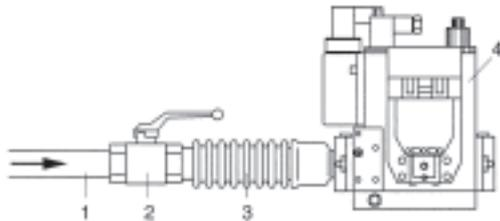

Abb. 3
Der Anschluss an die Gasleitung soll angemessen dimensioniert sein und dem vorgesehenen Anlagentyp entsprechen. Die „Gasrampe“ soll gemäß Abb. 3 ausgeführt sein: Die Gasleitung (1), der Absperrhahn (2) und die schwingungsdämpfende Kupplung (3) sind nicht im Lieferumfang des Warmluftgeräts enthalten. Sie sind vom Installateur an die Gasventileinheit (4) anzuschließen, die mit dem Warmluftgerät geliefert wird.
- Ein Manometer an den zugstromseitigen Druckanschluss (4) der Ventileinheit anschließen (Abb. 3);
- Nur für die Klassen I2H, I2ELL und I2L ist der Druckwert am zweiten Arbeitsdruckmanometer abzulesen und ggf. der Druckregler (1) mit einem Schraubendreher zu verstellen, um den Arbeitsdruck auf den Wert gemäß Tab. I einzustellen.